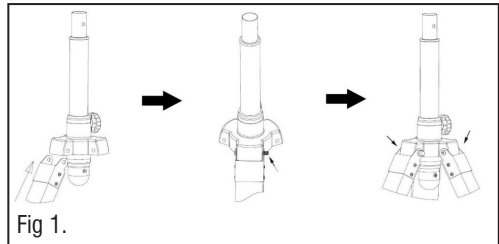
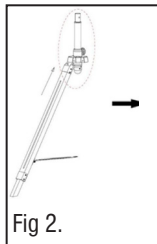

Fig 1.
Fig 2.
3.2.1.2. Coloque la parte metálica de la pata del trípode de madera en el soporte del trípode (Fig. 1), alinee los orificios y coloque los tornillos de fijación por completo (Fig 2). Tome nota de la orientación del extremo de la pata.